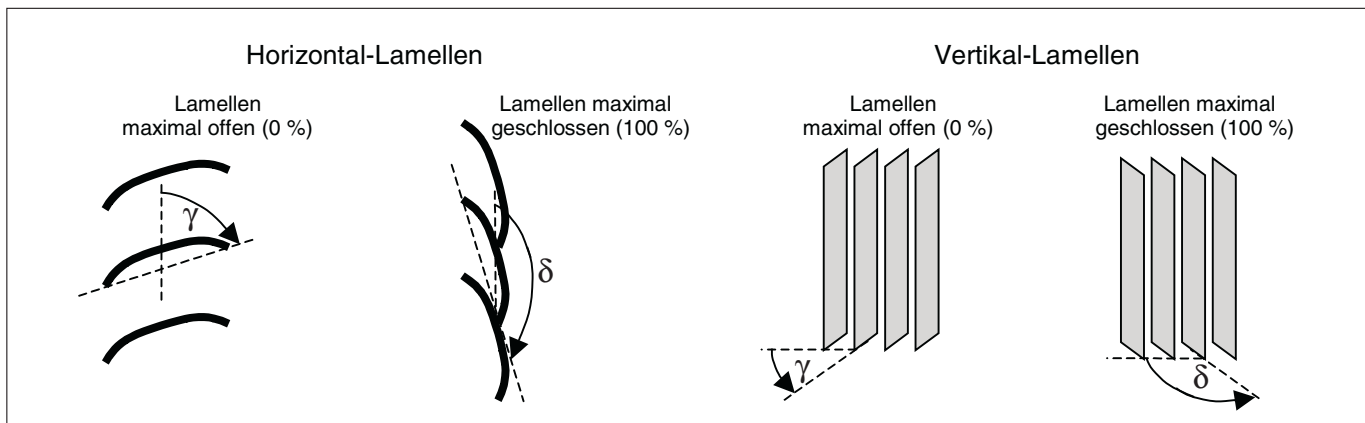

Abb. 11: Winkel bei maximaler Öffnung  $\gamma$  bzw. maximaler Schließung  $\delta$
- der Horizontalen bei Vertikal-Lamellen (siehe Abb. 11).